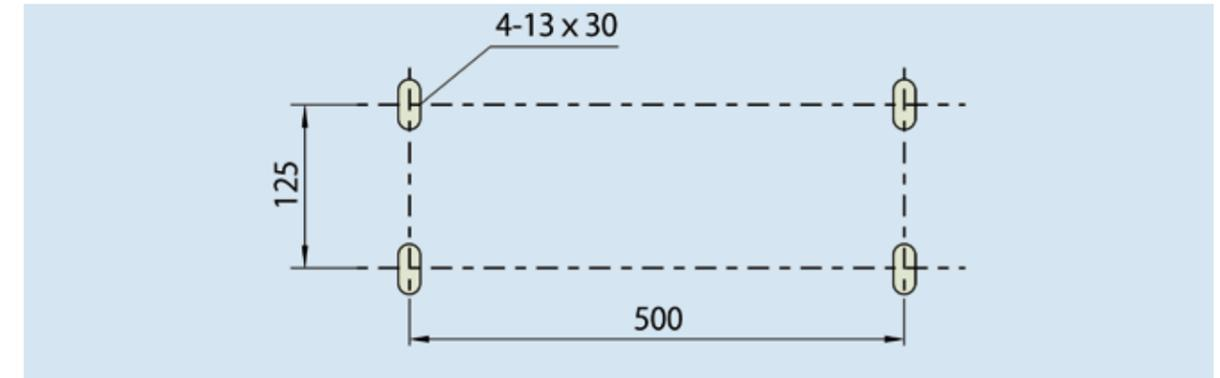

Рис. 6.2 Монтажные размеры выключателя LW3-12
6.2 Монтажные размеры выключателя LW3-12 (см. рис. 6.2)